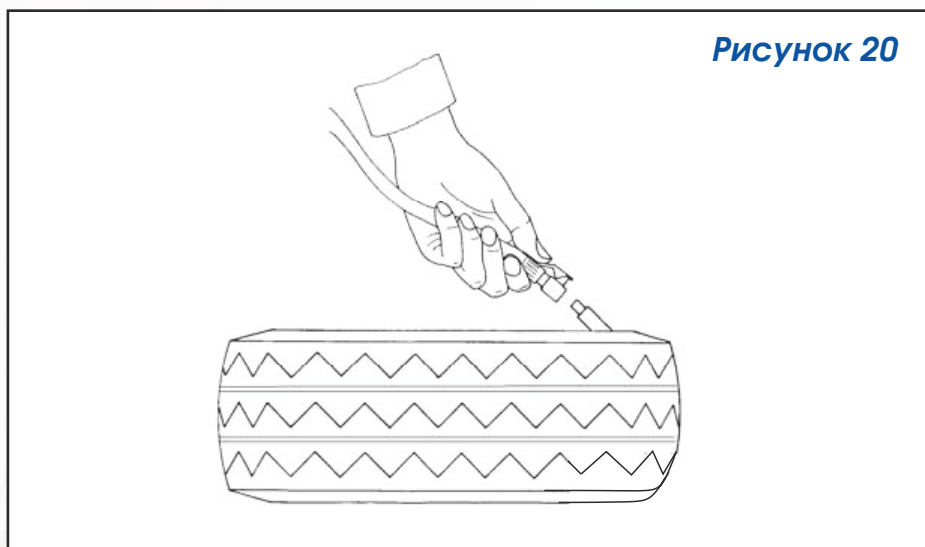

Рисунок 20
• Нажимая на педаль (15), поверните поворотный стол по часовой стрелке. При вращении колеса сбегаящий край шины удерживайте в ручье обода (рисунок 20).